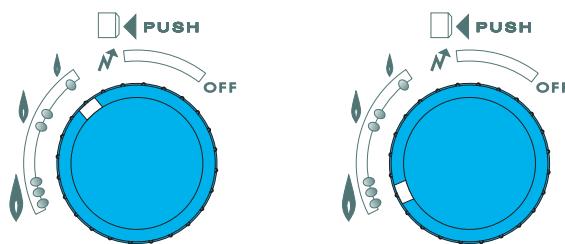

Рис. 11
- Данный водонагревательный аппарат с автоматической регулировкой мощности оборудован системой, позволяющей пользователю установить ограничение максимальной мощности. Для этого установите регулятор (23) в положение между отметками "0" и "1" (рис. 11).